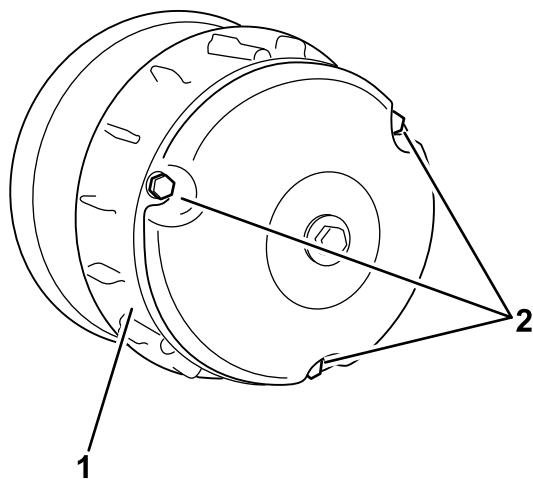

Рисунок 50
2. Отверните три болта крепления крышки сцепления и снимите крышку (Рисунок 50).
4. Установите крышку сцепления и закрепите ее 3 болтами (Рисунок 50), которые вы сняли при выполнении действий в пункте 2.